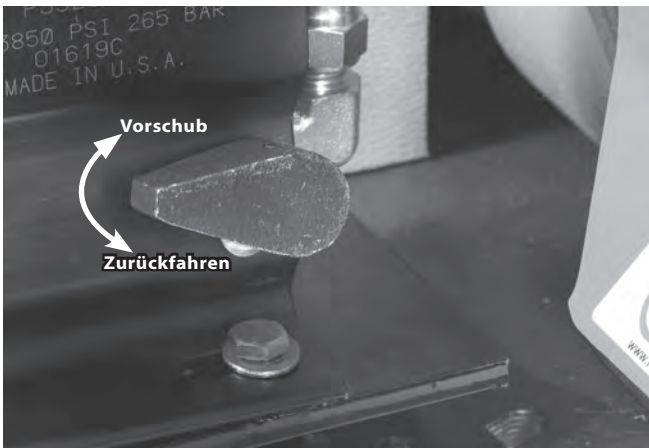

Abbildung 9 - Position des Pumpenfreigabe-Hebels
- Um die Nutrolle zurückzufahren, bewegen Sie den Pumpengriff in die Zurückfahrposition. (Siehe Abbildung 9).